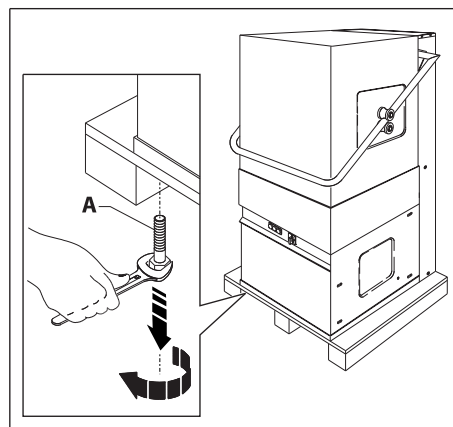

Рис. 3
2. Открутите два винта А, крепящие машину к транспортировочному поддону (рис. 3)